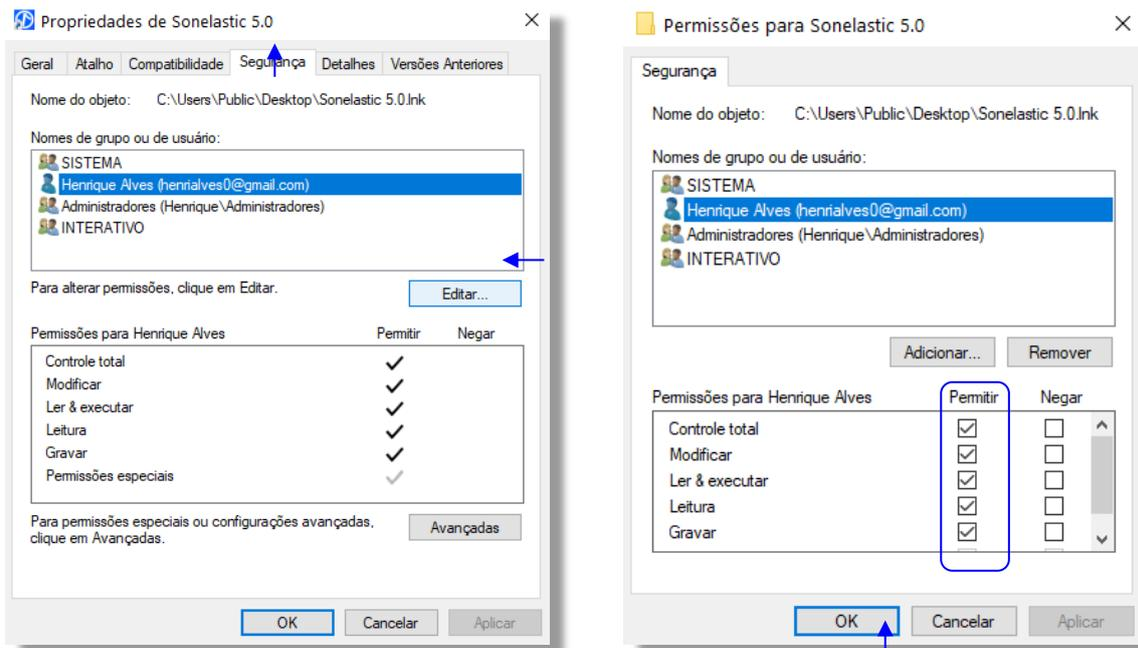

Figura 10 – Permissão para que o software realize alterações de arquivos para todos os usuários e grupos.
Passo 11 – Autorize o salvamento e a modificação de arquivos. Selecione a guia "Segurança" e habilite as permissões para todos os usuários (use o botão Editar mostrado na Figura 10). Clique no botão "OK" para confirmar as alterações.